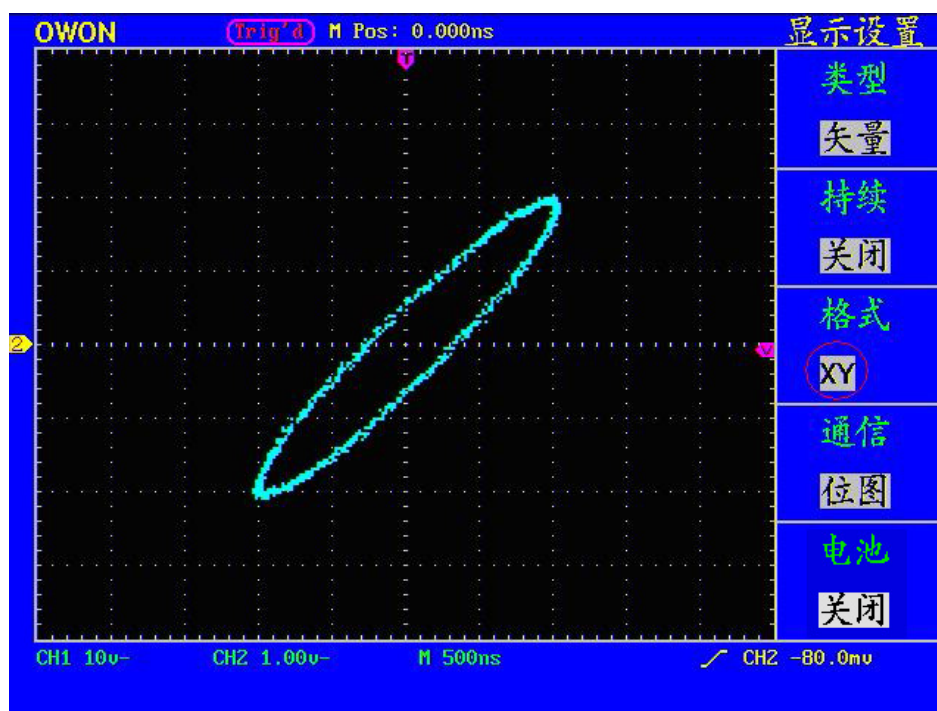

图51: XY显示模式
- 2、按 **F3** 菜单选择键，选择格式为 **XY**。显示方式改变为XY模式，见图51: